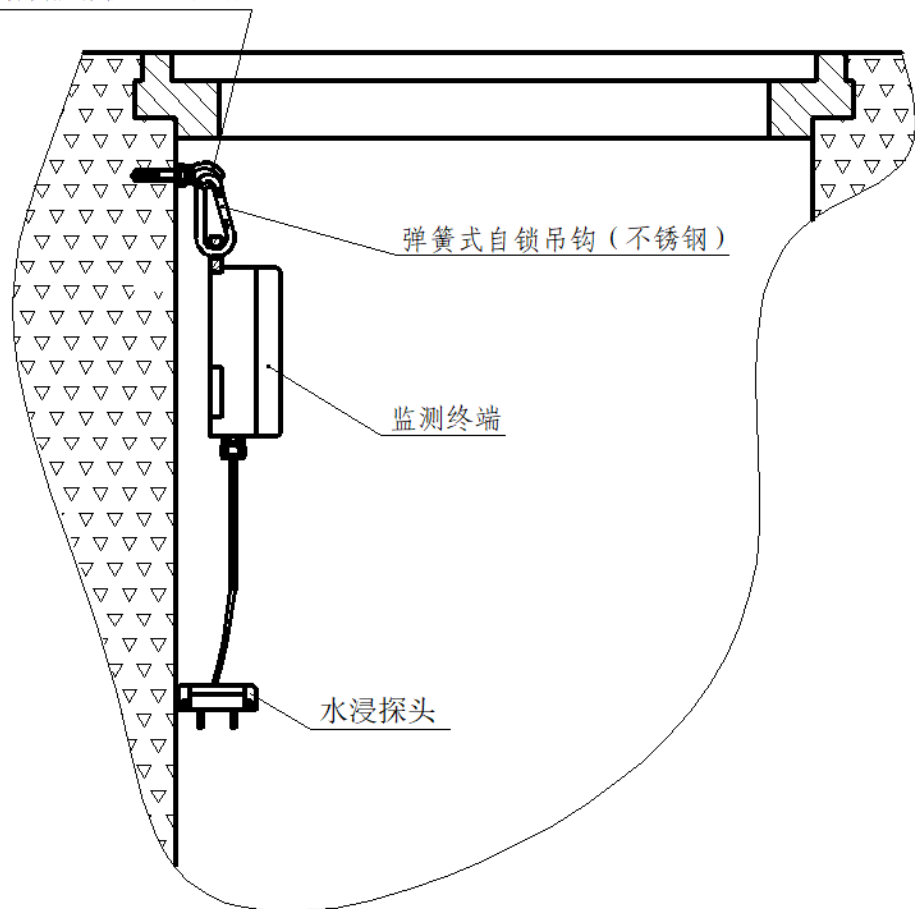

图4 无线水浸智能监测终端安装示意图
- 3) 将装好吊环螺母的 M6*80 膨胀螺栓安装敲入孔内，使用扳手拧紧膨胀螺栓，锁紧吊环螺母，使吊环螺母头部吊环分别大约平行及垂直于水平方向（如图 4 所示），再在两只吊环螺母上分别穿上弹簧式自锁吊钩，自锁吊钩大头向下，且弹簧锁紧部分向外，以便后续安装方便；